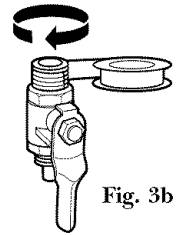

Fig. 3b
4. À l'aide du chatterton blanc fourni, mettez environ 9 couches de chatterton en l'entourant autour du gros filetage du robinet d'approvisionnement d'eau (F) dans le sens des aiguilles d'une montre comme indique la Figure 3b.